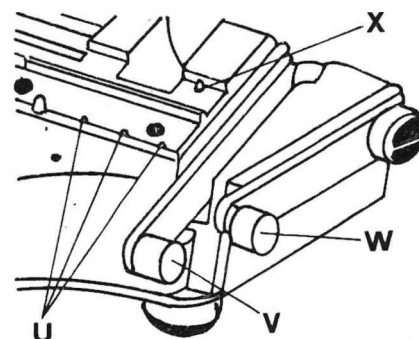

fig. 2
Fix the film to registration pins (U, fig. 2) and use straight cut (V) for the picture.
Le film est maintenu par les picots (U, fig. 2) et la coupe image se fait grâce au couteau droit (V). Le M.3-16mm 2T a un couteau double: droit (V) pour l'image et en biais (W) pour le magnétique. Le 2e picot (X) est utilisé pour couper seulement 1 ou 2 perforations sur la coupe droite de la bande magnétique.